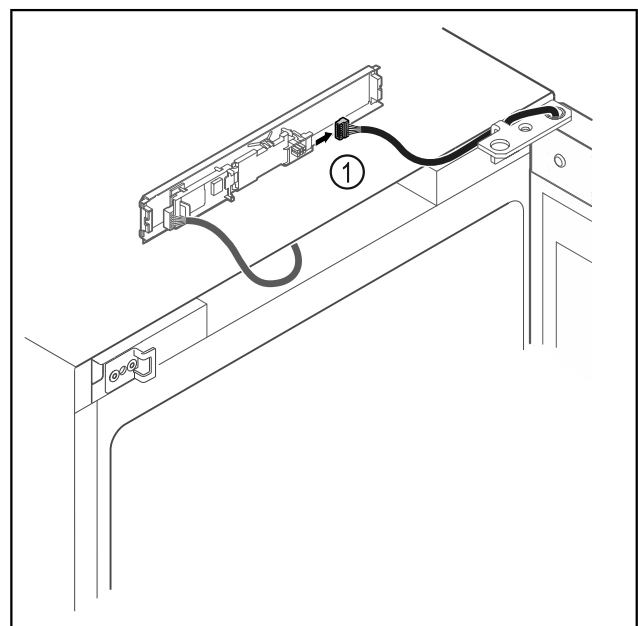

Fig. 17
- ▶ Odvojite utikač Fig. 17 (1) od tiskane pločice.